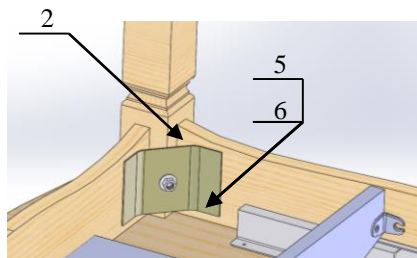

Рис. 3.
3.2 Установить ногу (2) на столешницу с подстольем (1), вставив шпильку (3) в отверстие уголка подстоля – рис. 3.
3.3 Закрепить ногу (2) посредством гайки (6) через шайбу (5) – рис.3.